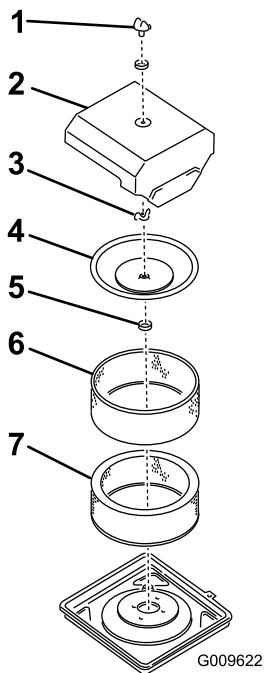

Figura 31
1. Retire el pomo, la junta tórica y la tapa del limpiador de aire (Figura 31).
4. Instale el elemento con el prelimpiador, la junta del respiradero, la tapa interior, la tuerca de orejeta, la tapa del limpiador de aire, la junta tórica y el pomo (Figura 31).